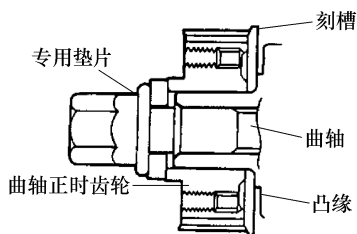

图 9-17 安装法兰和曲轴正时齿轮
① 按图 9-17 所示安装法兰和曲轴正时齿轮。密切注意它们的安装方向。